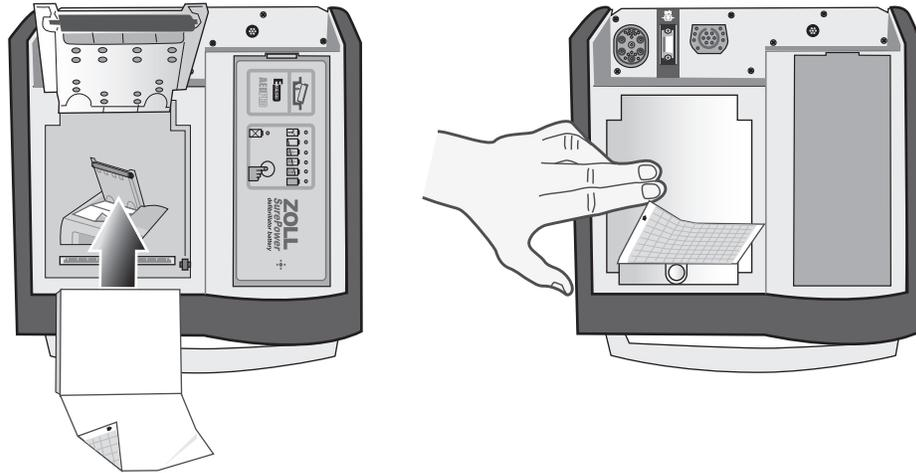

Figure 13-6. Insertion du papier et fermeture du volet de l'imprimante
4. Remplacez le papier dans l'unité et fermez le volet (voir Figure 13-6).